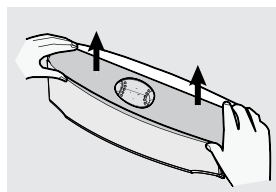

Figura 58
- Retire la tapa del tanque en dirección hacia arriba (figura 58).